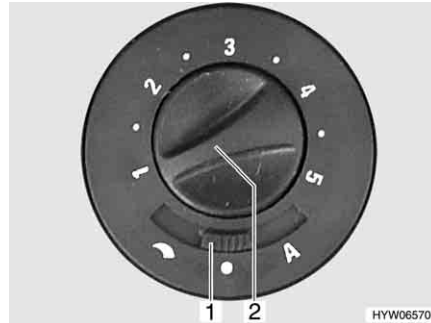

Fig. 128 Interruttore di comando per la ventola di ricircolo dell'aria
- Posizionare l'interruttore a scorrimento (Fig. 128,1) su "↶" (regolazione manuale) o "A" (funzionamento automatico).
- Impostare con la manopola (Fig. 128,2) la prestazione desiderata della ventola di ricircolo dell'aria (regolazione manuale) oppure limitarla (funzionamento automatico).
- Posizionare l'interruttore a scorrimento (Fig. 128,1) su "●" (spento).